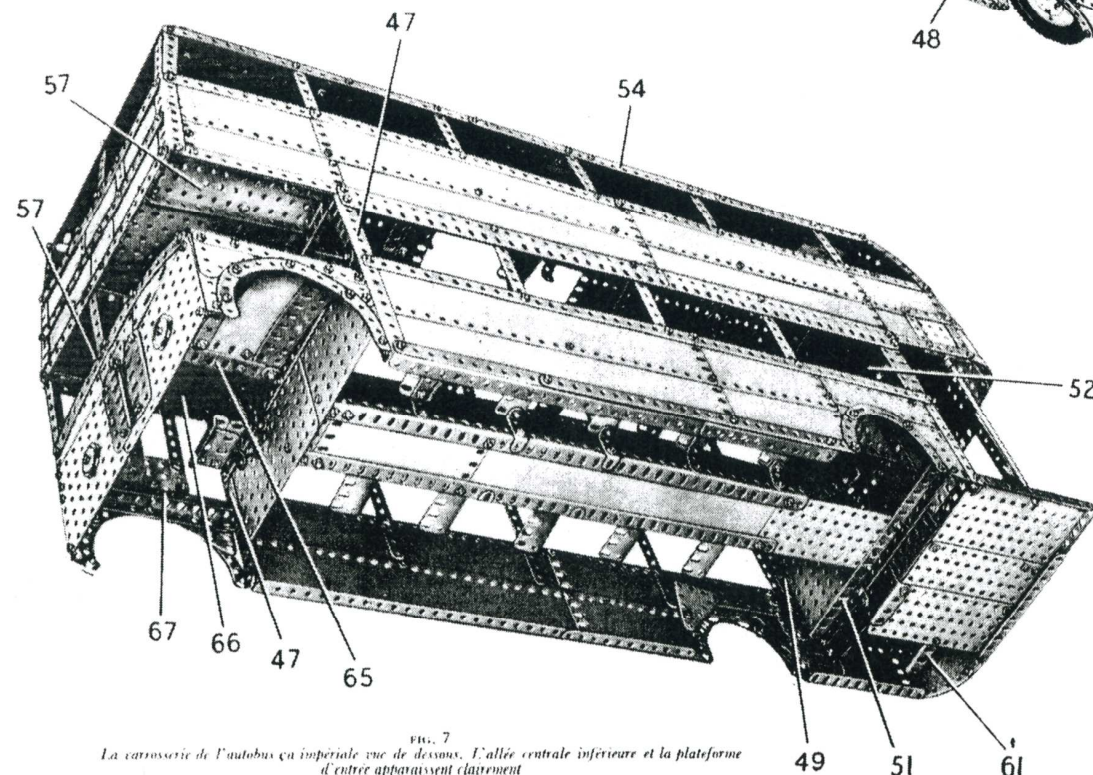

FIG. 7
Le côté qui apparaît sur la figure (8) est constitué par deux plaques bandes de 25 trous et quatre plaques flexibles de 14 x 6 cm., et une plaque flexible de 14 x 4 cm. et une plaque flexible triangulaire de 9 x 5 cm. et une autre de 6 x 4 cm. sont placées au dessus de la roue arrière. Les plaques sont fixées sur une cornière de 15 trous (47) à l'avant et elles sont bordées à leur sommet par deux bandes de 25 trous et une bande de 11 trous. Les bords inférieurs sont renforcés par une bande de 25 trous, une bande de 11 trous, et une cornière de 11 trous (48), et une cornière de 25 trous et une de 11 trous sont boulonnées à l'intérieur (Fig. 7). Une cornière de 19 trous (49) est fixée verticalement sur le côté et elle porte une plaque flexible de 11,5 x 6 cm. et une poutrelle plate de 7 trous. Les montants des fenêtres sont des bandes de 25 trous dont chacune recouvre le côté de l'autobus sur 4 trous. Elles sont réunies par trois poutrelles plates de 19 trous. Une cornière de 49 trous est boulonnée le long de la rangée supérieure de trous des
Les côtés sont réunis à l'avant par deux plaques sans rebords de 14 x 9 cm. qui se recouvrent sur 3 trous et qui sont bordées au sommet par une bande de 19 trous. Les plaques sans rebords sont fixées sur les cornières (47), et une cornière de 19 trous (50) est boulonnée entre leurs extrémités supérieures. Une plaque flexible de 14 x 4 cm. placée verticalement est fixée au centre de la cornière (50) et sur les plaques sans rebords. A l'arrière, les côtés sont réunis par des cornières de 19 trous (51) et (52) (Fig. 7) boulonnées sur les cornières (49).
Une plaque à rebords de 14×6 cm, (57) (Fig. 7) est boulonnée sur chacun des côtés, et ces plaques sont réunies par une plaque sans rebords de 11×9 cm, et une de 14×6 cm. A l'arrière, une poutrelle plate de 19 trous (58) est boulonnée entre les extrémités supérieures des cornières (49) et une plaque à rebords de 14×6 cm, est fixée entre cette poutrelle plate et l'arrière de la carrosserie. Deux plaques flexibles de $11,5 \times 6$ cm, fixées sur la plaque à rebords abritent la plateforme d'entrée. Une cornière de 9 trous est fixée au centre de la poutrelle plate (58).
L'arrière de la carrosserie et la plateforme d'entrée (Fig. 7, 8 et 10)